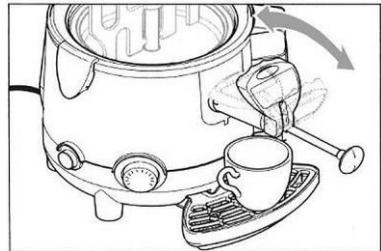

Fig. 11
1. Avant le nettoyage, vider le récipient quand l'appareil est allumé, utiliser le levier du robinet de vidange (fig. 11).